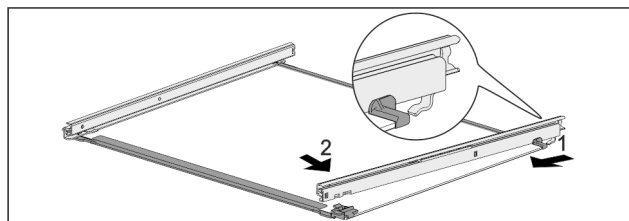

Fig. 116 Glasplaat met rails
- Rail achter vasthaken. Fig. 116 (1)
- Rail voor vasthaken. Fig. 116 (2)